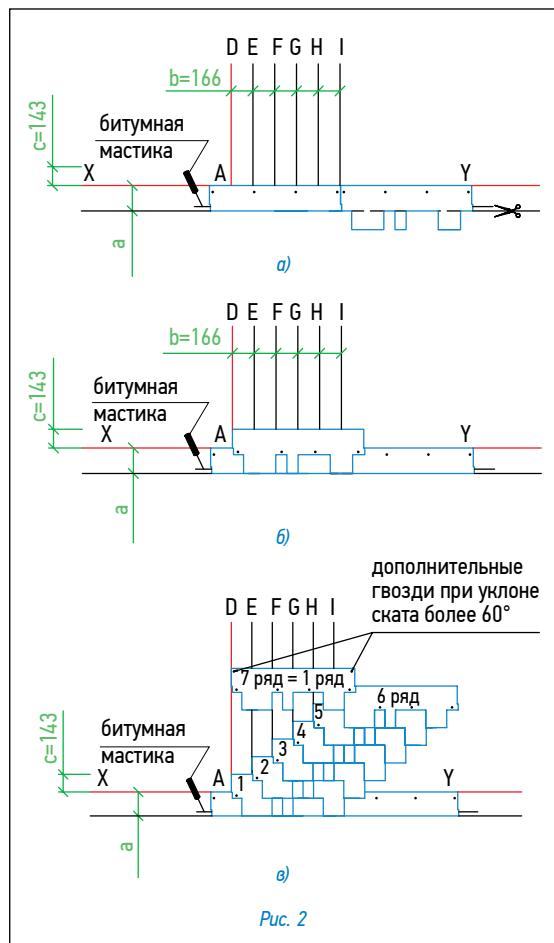

Рис. 2
Укладка материала (рис. 2)
• Начальный ряд формируется из специальной коньково-карнизной черепицы, либо из листов черепицы с обрезанными лепестками. Элементы начального ряда укладываются по линии карниза в обе стороны от линии I (рис. 2а) и фиксируются по нижнему краю битумной мастикой, а по верхней кромке 4 гвоздями (ось гвоздей на 5 см ниже верхнего края полосы);
- далее первый ряд черепицы укладывается от линии AD (рис. 2б);
- второй ряд укладывается от линии Е (со смещением 16,6 см от AD) (рис. 2в);
Каждый лист черепицы крепится 4 гвоздями в штатных местах таким образом, чтобы гвоздь прошивал и верхний край низлежащего листа черепицы (рис. 2г).